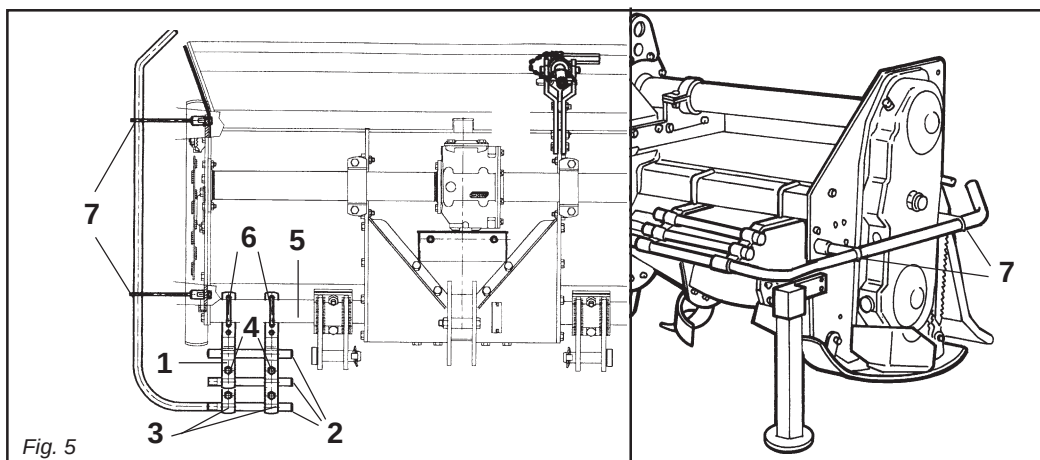

Fig. 5
- Il gruppo delle protezioni, composto dall'attacco (1 Fig. 5) che fa da fermo per i tubi (2 Fig. 5) bloccati dalla staffa (3 Fig. 5) e dalle viti (4 Fig. 5), è fissato al tubo quadro anteriore (5 Fig. 5) mediante i cavallotti (6 Fig. 5), e va posizionato uno a destra e uno a sinistra il più esternamente possibili.
- *The protection unit, consisting of the coupling (1 Fig. 5) that acts as a clamp for the pipes (2 Fig. 5) locked by the bracket (3 Fig. 5) and by the screws (4 Fig. 5), is fixed to the square front pipe (5 Fig. 5) by the U-bolts (6 Fig. 5) and should be positioned as far outwards as possible, one on the right and the other on the left.*
- Die Gruppe der Schutzvorrichtungen, die sich aus dem Anschluß (1 Abb. 5), der zur Arretierung für die Rohre (2 Abb. 5) dient, die durch den Bügel (3 Abb. 5) blockiert werden, und den Schrauben (4 Abb. 5) zusammensetzt, wird am vorderen Vierkantrohr (5 Abb. 5) mit den U-Bolzen (6 Abb. 5) befestigt. Eine da-
- *Le groupe des protections, comprenant l'attelage (1 Fig. 5) qui sert de butée pour les tubes (2 Fig. 5) bloqués par la bride (3 Fig. 5) et par les vis (4 Fig. 5), est fixé au tube carré avant (5 Fig. 5) par des crampons (6 Fig. 5). Positionner une protection à droite et une à gauche, le plus possible à l'extérieur.*
- El grupo de las protecciones, compuesto por la conexión (1 Fig. 5) que funciona como bloqueo de los tubos (2 Fig. 5) bloqueados a su vez por el soporte (3 Fig. 5) y por los tornillos (4 Fig. 5), está fijado en el tubo cuadrado anterior (5 Fig. 5) mediante los pernos de U (6 Fig. 5) y debe ser emplazado uno a la derecha y uno a la izquierda lo más externamente posible.
- Lateralmente, su entrambe le fiancate, vanno fissate tramite le viti delle protezioni sagomate (7 Fig. 5).
- The shaped protections should be fixed laterally with screws to both the sides (7 Fig. 5).
- Seitlich auf den beiden Seitenteilen sind die geformten Schutzteile (7 Abb. 5) mit Schrauben zu befestigen.
- Les protections galbées doivent être fixées latéralement, des deux côtés avec les vis des protections (7 Fig. 5).
- Lateralmente, sobre ambos lados, debemos fijar mediante los tornillos las protecciones molduradas (7 Fig. 5).